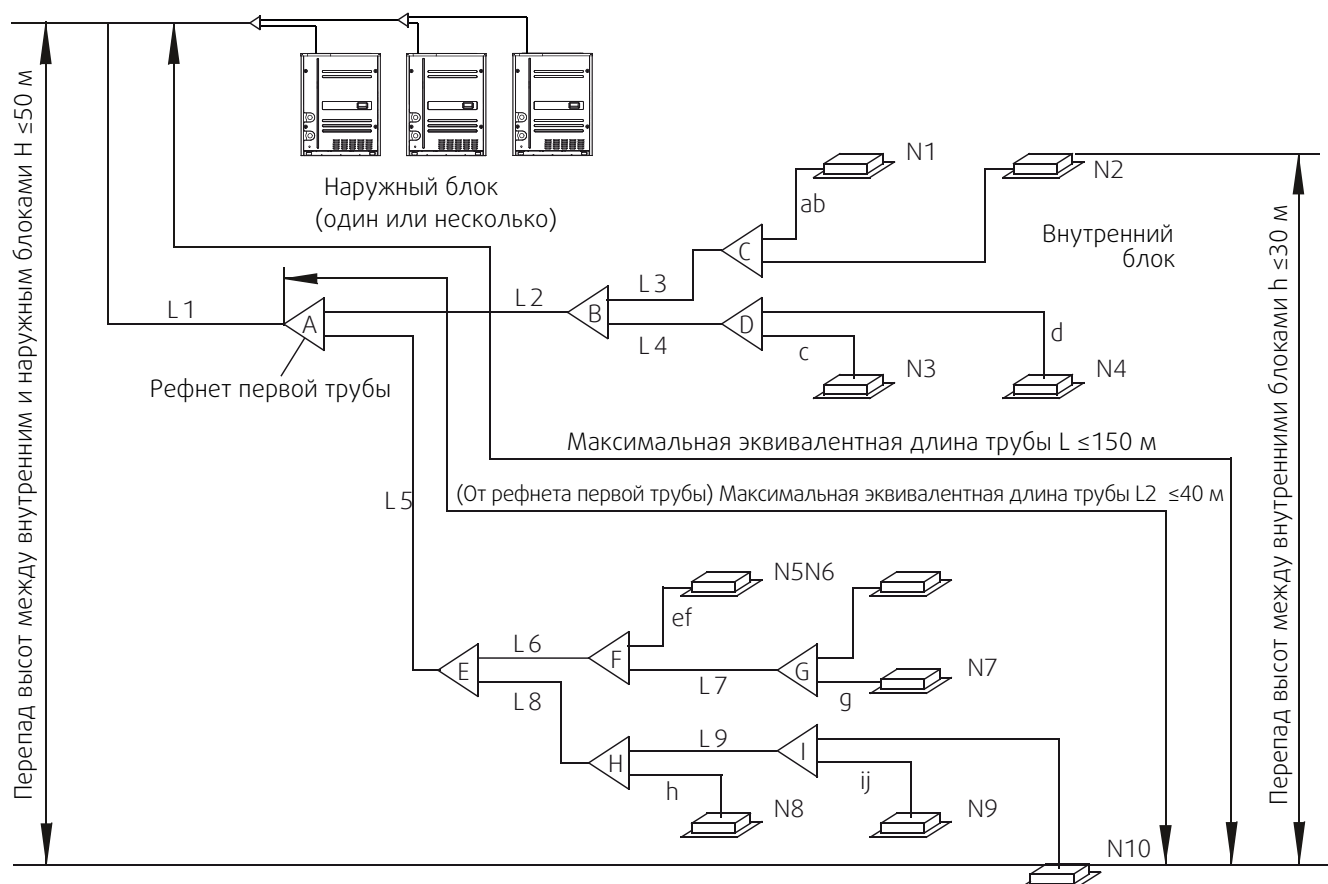

Рис. 5-1
5. Если блок не будет использоваться в течение длительного времени, следует слить воду из двухтрубного теплообменника и трубопроводов водяной системы для предотвращения ее замерзания. Воду из двухтрубного теплообменника можно слить через дренажный вентиль, расположение которого показано на рис. 5-1. Чтобы слить воду, можно снять переднюю панель и открыть дренажный вентиль. Также это можно сделать, не снимая переднюю панель, а открыв дренажный вентиль с помощью отвертки через небольшое отверстие в передней панели. Расположение отверстия показано на рис. 4-5.